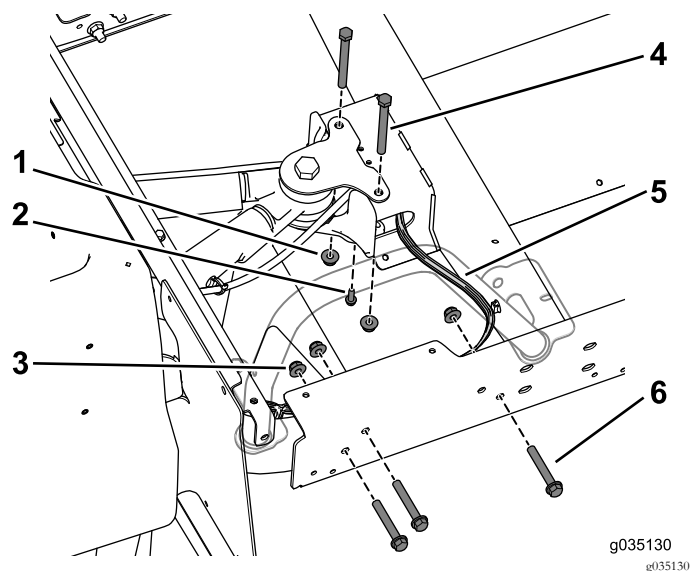

Figure 77
arrière (Figure 77). Procédez de même des deux côtés de la machine.
Remarque: Vérifiez que le faisceau de câblage sort bien du côté droit du profilé central (Figure 77).
9. Avec la vis autotaraudeuse (1/4" x 3/4"), fixez le raccord en T de la conduite de frein au profilé central (Figure 77).
10. Avec les 2 boulons (3/8" x 3 3/4") et écrous à embase, fixez légèrement le profilé central au support arrière (Figure 77).